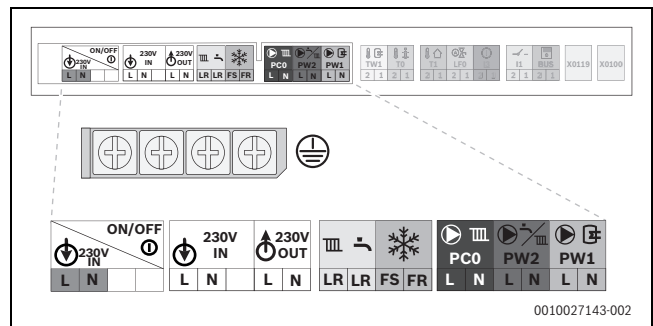
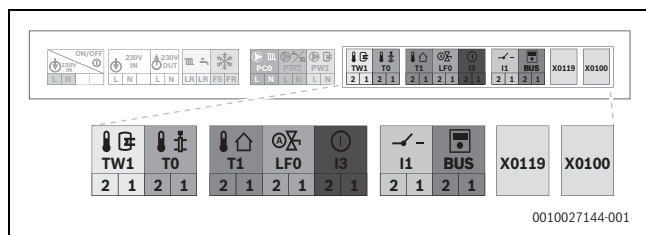

Bild 91 Netzspannungsbereich: Klemmleiste
Bild 92 Niederspannungsbereich: Klemmleiste
- ▶ Kabel an der Klemmleiste für externes Zubehör (→ Bild 91 und Bild 92) anschließen.